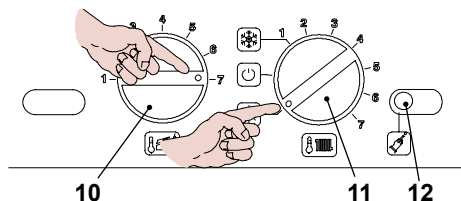

Fig. 9.9
- Posizionare le manopole del pannello comandi come indicato in Fig. 9.9 .
- Per entrare nella modalità Spazzacamino bisogna entrare in programmazione premendo per 15 secondi il pulsante di ripristino 12 in Fig. 9.9 fino alla comparsa del parametro **P01** sul display LCD; sul display LCD compare la seguente visualizzazione (la sequenza **P01** si alterna -- -- --).
- Premere il pulsante di ripristino 12 in Fig. 9.9 per lo scorrimento dei vari parametri sino al raggiungimento del parametro **P09** valido per il settaggio modalità Spazzacamino; sul display LCD compare la seguente visualizzazione (la sequenza **P09** si alterna a **00**).